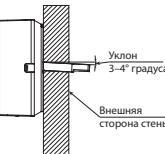

Рис. 4
- Установите уголок наклона коронки таким образом, чтобы отверстие имело уклон 3–4° вниз в сторону улицы, как показано на Рис. 4, для того, чтобы осадки не смогли попадать с улицы внутрь помещения.